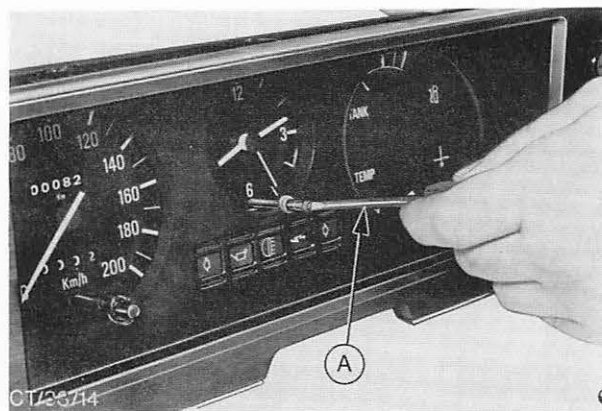
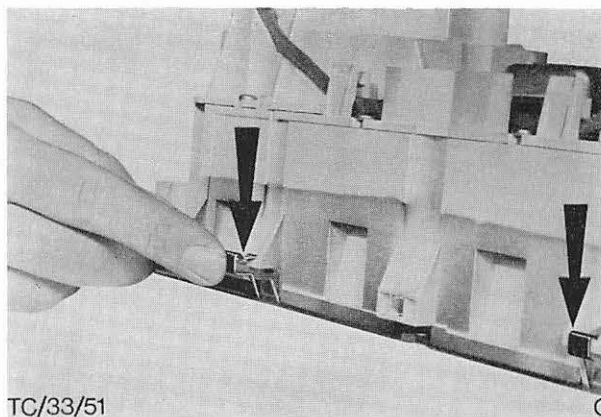
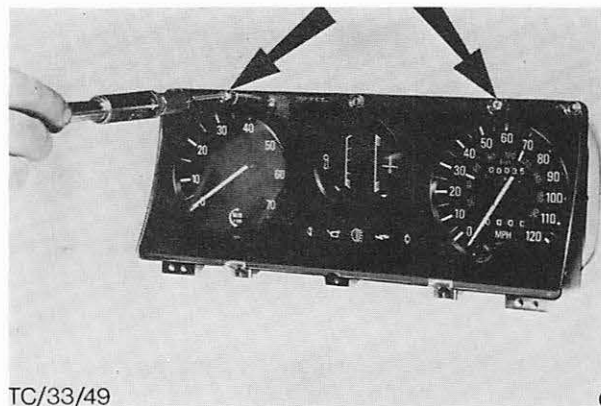

Abb. 19 Einstellknopf-Zeituhr herausdrehen
Abb. 20 Klammern aufdrücken
Abb. 21 Halteschrauben — Abdeckscheibe
2. Bei Fahrzeugen mit einer im Kombiinstrument eingebauten Zeituhr Einstellknopf von der Uhr herausdrehen, Abb. 19.
3. Abdeckscheibe oben vom Kombiinstrument lösen (2 Schrauben entfernen), Abb. 21.
6. Abdeckscheibe oben mit 2 Schrauben befestigen, Abb. 21. Beide Klammern an der Unterkante aufdrücken, Abb. 20. Bei einer im Kombiinstrument eingebauten Zeituhr Einstellknopf anbringen und mit Schraube befestigen, Abb. 19.